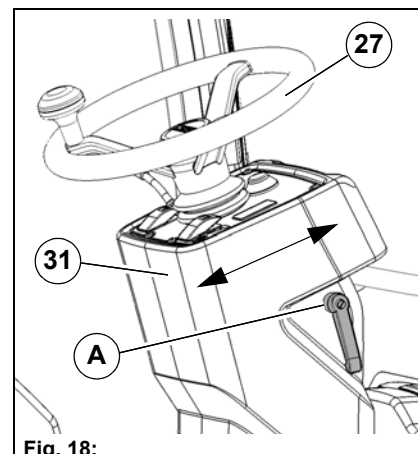

Fig. 18:
- Tourner le levier **Fig. 18-A** dans le sens inverse des aiguilles d'une montre jusqu'à ce que la colonne de direction soit déverrouillée.